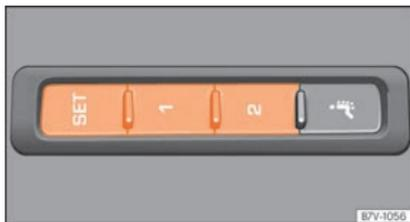

Fig. 161 Touches de mise en mémoire sur la partie extérieure du siège du conducteur.
- Maintenez la touche **(SET)** enfoncée pendant plus d'une seconde »» fig. 161.